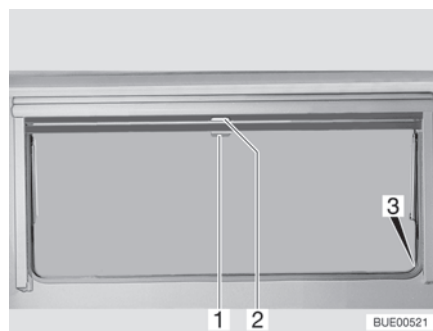

Fig. 73 Ventana abatible
- Tirar del tirador (Fig. 73,2) de la persiana oscurecedora enrollable hacia abajo. Cuando la persiana oscurecedora enrollable se cierre por completo, encajarla en el bloqueo (Fig. 73,3) a ambos lados del marco de la ventana.
- Cuando la persiana oscurecedora enrollable está completamente cerrada: Presionar el tirador (Fig. 73,2) hacia abajo y tirarlo ligeramente hacia dentro. Desenganchar la persiana oscurecedora enrollable de los bloqueos a izquierda y derecha del marco de la ventana.
- Cuando la persiana oscurecedora enrollable se encuentre en una posición intermedia: Tirar ligeramente del tirador (Fig. 73,2) hacia abajo, hasta que se hay soltado el bloqueo.
- Tirar la mosquitera enrollable hacia abajo por el tirador (Fig. 73,1) y engancharla en el bloqueo (Fig. 73,3) a ambos lados del marco de la ventana.
- Presionar el tirador (Fig. 73,1) hacia abajo y tirarlo ligeramente hacia dentro. Desenganchar la mosquitera enrollable de los bloqueos a izquierda y derecha del marco de la ventana.